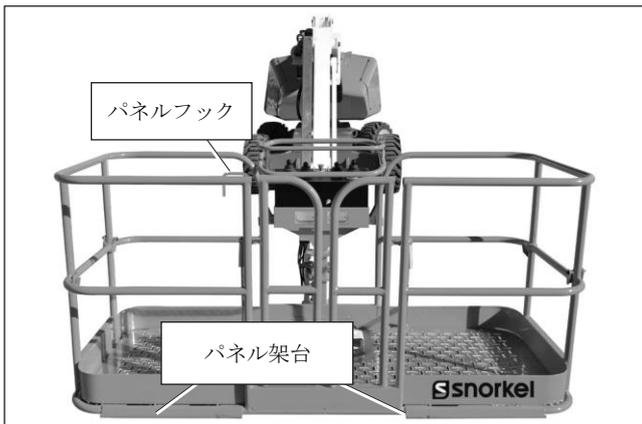

図 7.15 - パネルキャリア
- 架台（図 7.15 を参照）とフックを点検し、曲がりや変形がなく良好な状態にあることを確認してください。